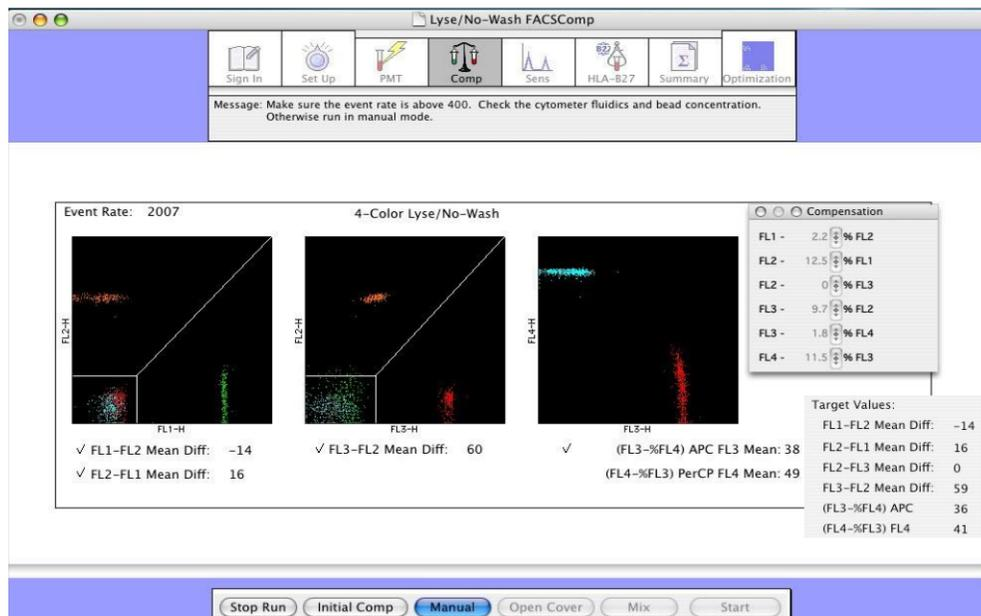

Figura 5: Tela de ajuste manual dos valores de compensação no software BD FACSComp™.
- e. **Se necessário**, o software irá informar que necessita de ajustes manuais. Para ativar o modo manual, clicar o botão **Manual** na parte inferior da janela. A caixa de diálogo **Target Values** aparecerá. Utilizar a janela de compensação para ajustar a compensação manualmente (**Figura 5**). As diferenças médias são mostradas embaixo dos gráficos. Estes valores devem ser menores que ± 2 canais em relação aos valores alvos.